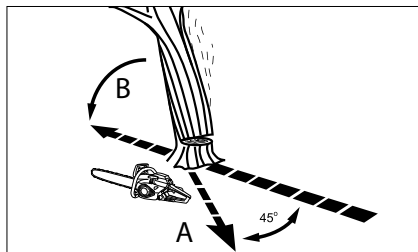

Рис. 14
Предварительно наметьте себе путь отхода (A) и расчистите его от возможных препятствий перед тем, как приступить к выполнению срезов. Путь отходу должен быть в направлении, обратном направлению предполагаемого падения дерева (B) (рис. 14).